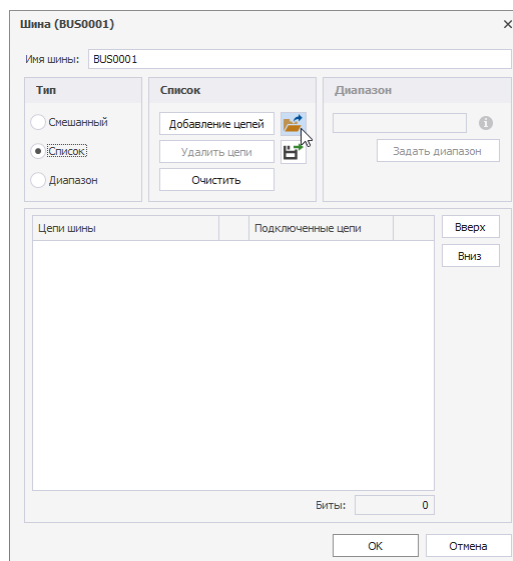

Рис. 175 Импорт списка цепей шины
4. В поле «Список» нажать , см. Рис. 175.